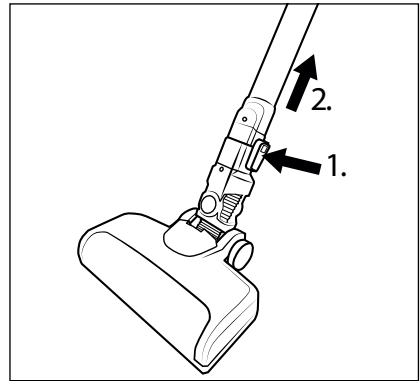

Fig. 12
- ◆ Pour retirer la brosse de sol **22** du tube d'aspiration **24**, maintenez la touche de déverrouillage de la brosse de sol **23** enfoncée et retirez le tube d'aspiration **24** de la brosse de sol **22** (voir fig. 12).